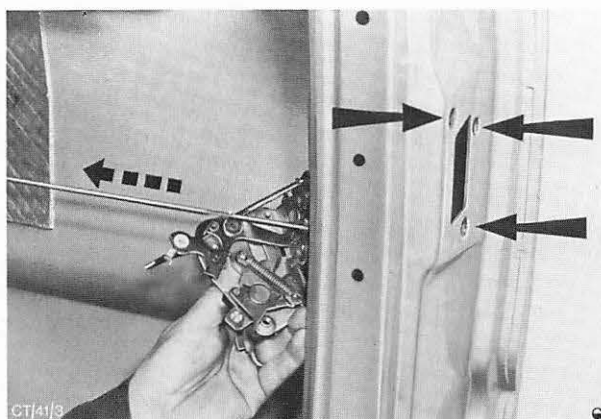

Abb. 35 Türschloß in den Türschacht drücken (siehe unterbrochener Pfeil), nachdem die Schrauben (Pfeil) entfernt wurden.
4. Türschloß ausbauen. Abb. 35.